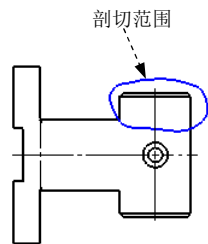

图 6.13.9 绘制剖切范围
Step2. 定义剖切范围。在俯视图中绘制图 6.13.9 所示的样条曲线作为剖切范围。